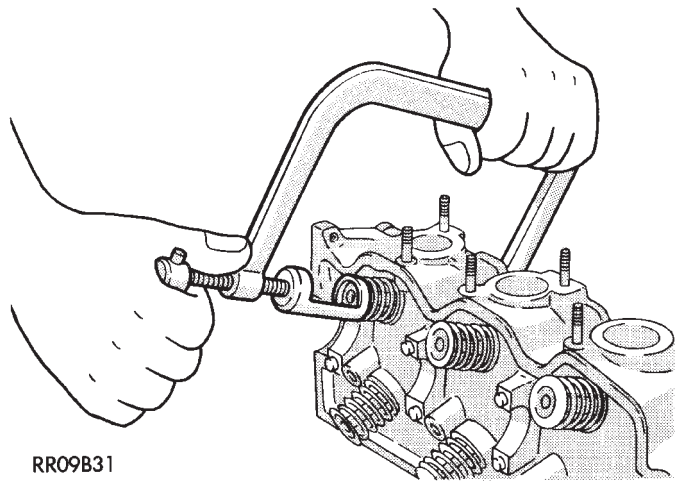

Abb. 44 Ventilausbau—Typisch
(1) Mit Spezialwerkzeug C-3422B sowie Adapter 6526 oder gleichwertigem Werkzeug Ventileile, Federteller, Ventilsfeder und Ventil ausbauen (Abb. 44).